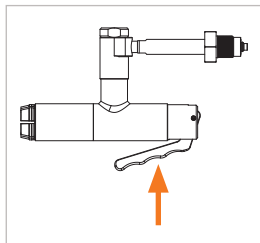

Abbildung 1
- ▶ Betätigen Sie den Handhebel (Pos. 2) (Abbildung 1). Die Spannanzgen öffnen sich.